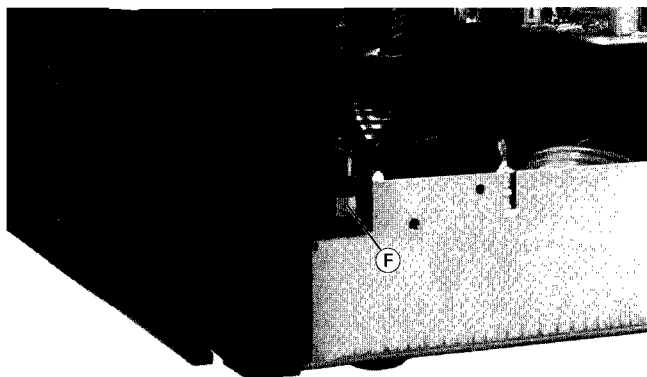

Fig. 5
- 2 Rastnasen (F) ausrasten (Fig. 5).
- Disengage the 2 catches (F) (Fig. 5).